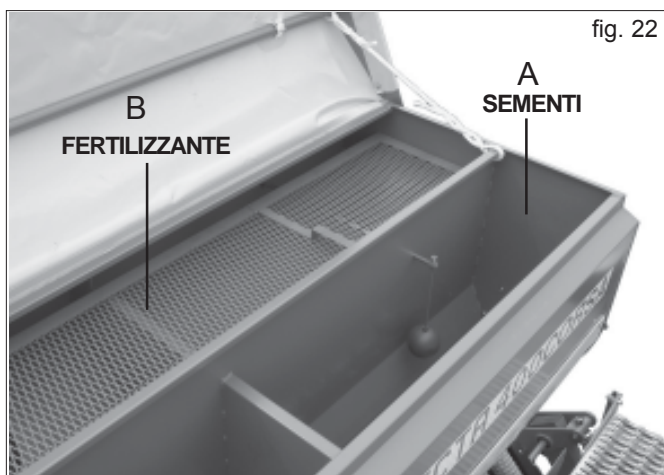

fig. 22
Der Trichter für die Kombinationsverteilung ist in zwei Kammern (Abb. 22) unterteilt: Die obere Kammer (A) ist für das Saatgut und die vordere (B) für den Dünger. Auf diesem ist auch ein Netz für die Entfernung eventueller Fremdkörper und Verklumpungen vorhanden, die den Dosiermechanismus beschädigen könnten. Jede Kammer verfügt über eine separate Steuerung für die Dosierung des Saatgutes und des Düngers. Die vordere Kammer (Dünger) verfügt über eine zusätzliche Platte (C Abb. 22) zum Schutz vor Überlauf aus dem Trichter in die Abdeckung während der Befüllung der Kammer.